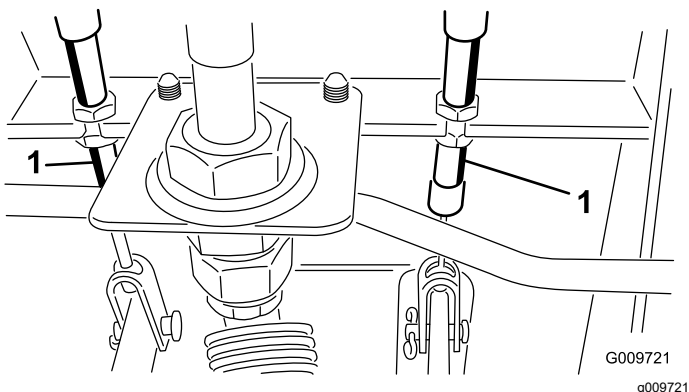

Figure 75
- A. Desserrez l'écrou avant sur l'extrémité fileté du câble de frein (Figure 75).